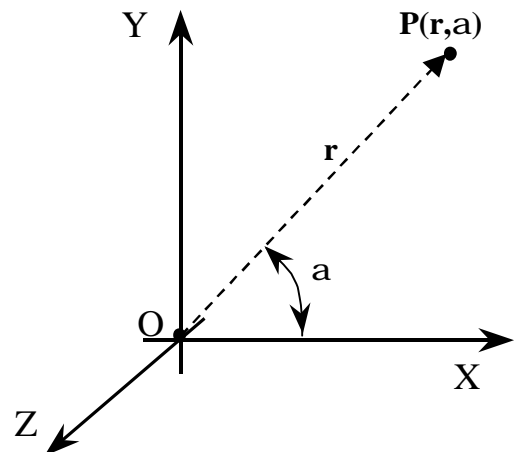

Рис. 171 Точка в полярной системе координат
**Полярные** координаты точки представляют собой пару чисел  $(r, a)$ , где  $r$  – радиус,  $a$  – полярный угол (рис. 171). По-